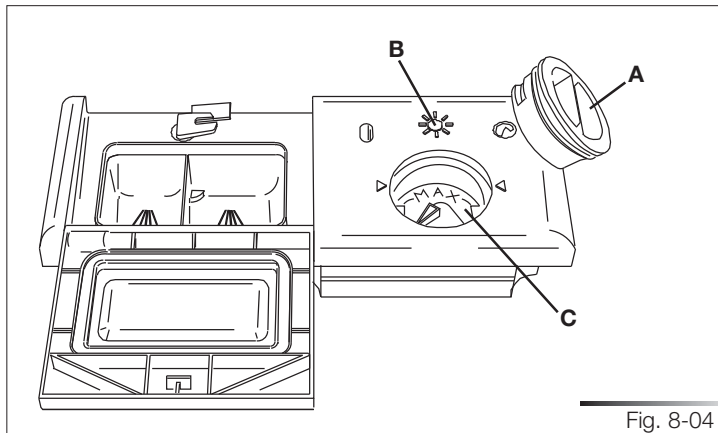

Fig. 8-04
- Gire el tapón (ref. A fig. 8-04) del depósito dándole  $\frac{1}{4}$  de vuelta en sentido antihorario y retírelo de su lugar.
- Coloque el abrillantador hasta llenar el compartimento (140 ml aprox). El indicador óptico (ref. B fig. 8-04), situado al lado del tapón se debe oscurecer completamente. Agregue nuevamente el abrillantador cuando el indicador óptico se ponga claro o cuando se ilumine el piloto que señala la falta de abrillantador, situado en el display (véase el man. “descripción de los mandos”).
- Vuelva a situar el tapón (ref. A fig. 8-04) y gírelo en sentido horario hasta cerrarlo completamente.
La dosificación del abrillantador se puede programar en 6 niveles. El lavavajillas se suministra con la regulación media (indicador del selector situado en “3”) programada en fábrica. Para regular la dosificación gire el selector (ref. C fig. 8-04), presente en el dosificador, hasta alcanzar la posición necesaria; la dosis será proporcional a la posición del selector. Preste atención a que la dosis
- Para regular la dosificación gire el tapón del depósito (ref. A fig. 8-04) dándole  $\frac{1}{4}$  de vuelta en sentido antihorario y retírelo de su lugar.
- Vuelva a situar el tapón (ref. A fig. 8-04) girándolo en sentido horario hasta cerrarlo completamente.